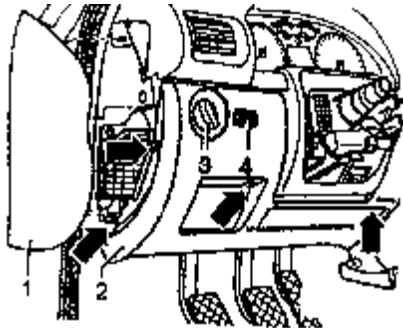

图 11-24 拆卸杂物箱
⑥如图 11-24 所示，夹出罩盖 1。拧出螺钉（图中箭头所示），拆除驾驶员侧的杂物箱。断开大灯开关 3 的插头连接和照明范围调节 4 的插头连接。